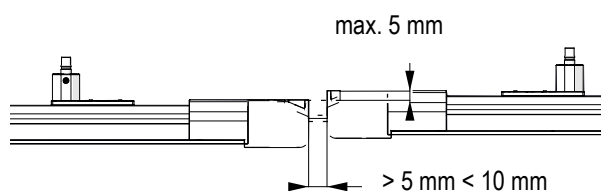
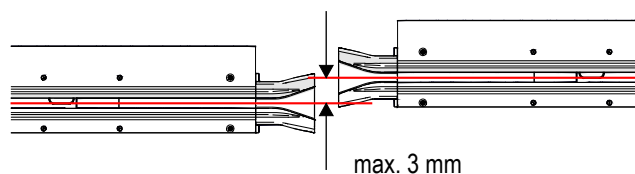

Abb. 115: Abstand horizontal (Ansicht von oben)
Abb. 116: Abstand vertikal (Ansicht von der Seite)
- Abstand der gegenüberliegenden Überfahrtrichter ist max. 10 mm in X-Achse (Fahrrichtung) (siehe Abb. 115)
- Höhenversatz (Y-Achse) max. 3 mm (Abb. 116) und Seitenversatz (Z-Achse) max. 5 mm (Abb. 115)